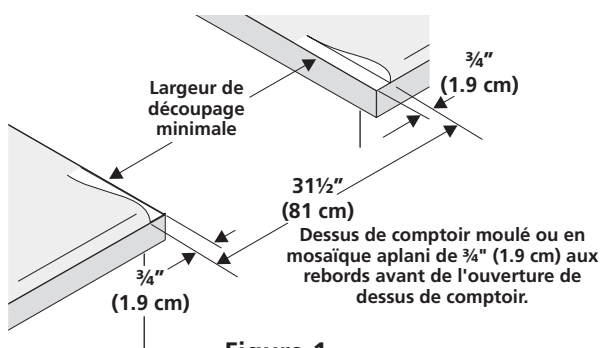

Figure 1
- Les dessus de comptoir au **rebord avant moulé** doivent être aplanis de $\frac{3}{4}$ " (1.9 cm) à chaque coin avant de l'ouverture (Figure 1).
- Il est possible qu'il soit nécessaire d'araser de $\frac{3}{4}$ " (1.9 cm) les dessus de **comptoir en mosaïque** à chaque coin avant et/ou d'aplanir le rebord arrondi (Figure 1).